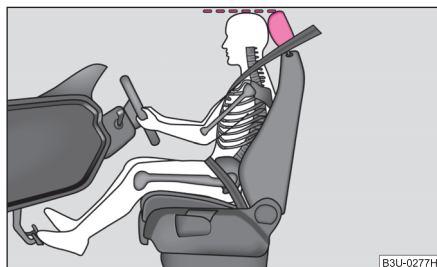

Fig. 117 Le réglage correct de l'appuie-tête du conducteur
- Réglez l'appuie-tête de façon à ce que le bord supérieur de l'appuie-tête se trouve $\Rightarrow$ fig. 117 au moins à la hauteur de la partie supérieure de la tête.
- Réglez l'appui-tête de façon à ce que le bord supérieur de l'appui-tête se trouve ⇒ page 121, fig. 117 au moins à la hauteur de la partie supérieure de la tête.
- Réglez les appui-tête de façon à ce que le bord supérieur des appui-tête se trouve ⇒ page 121, fig. 117 au moins à la hauteur de la partie supérieure de la tête.